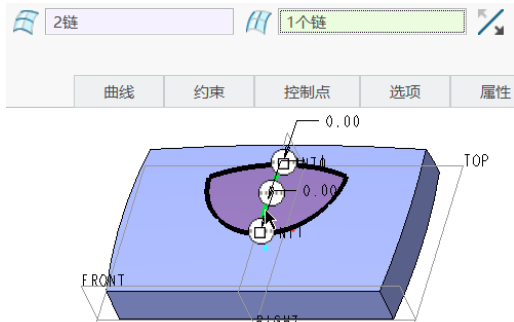

图 7-164 选择第二方向曲线
- 3 在“边界混合”选项卡中单击 （第二方向链收集器）的框将其激活，选择“草绘 2”曲线，如图 7-164 所示。